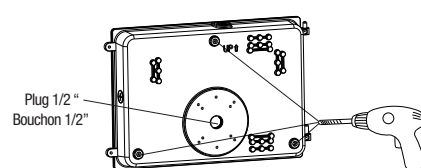

Fig. 3
3. Remove the 1/2" back the central luminaire housing plug by unscrewing it (Fig. 3).
4. Drill trough the mounting holes corresponding to the mounting points (Fig. 3).
8. Install the back housing on the wall by using the screws into the mounting points as shown in Fig. 3.
3. Enlever le bouchon 1/2 " arrière central du luminaire en le dévissant (Fig. 3).
4. Percer les trous de montage correspondant aux points de montage (Fig. 3).
8. installer le boîtier arrière sur la boîte de jonction encastrée dans le mur en utilisant des vis dans les points de montage comme montré sur la Fig. 3.